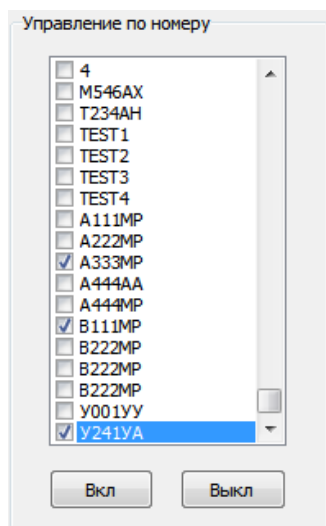

Рис. 5. Управление подогревом по номеру автомобиля
3. В третьем случае необходимо выбрать один или несколько автомобильных номеров из списка в левой части главного окна программы и нажать на требуемую команду: «Вкл» или «Выкл» (рис. 5). При задействованном *автоматическом отключении* будет указано время, через которое подогрев автоматически выключится. Выбрать все номера или снять выделение можно, кликнув правой кнопкой мыши.